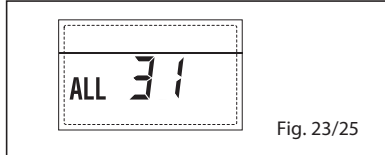

Fig. 23/25
- ANOMALIA CONFIGURAÇÃO INSTALAÇÃO TRÊS ZONAS "ALL 32" (fig. 23/26)